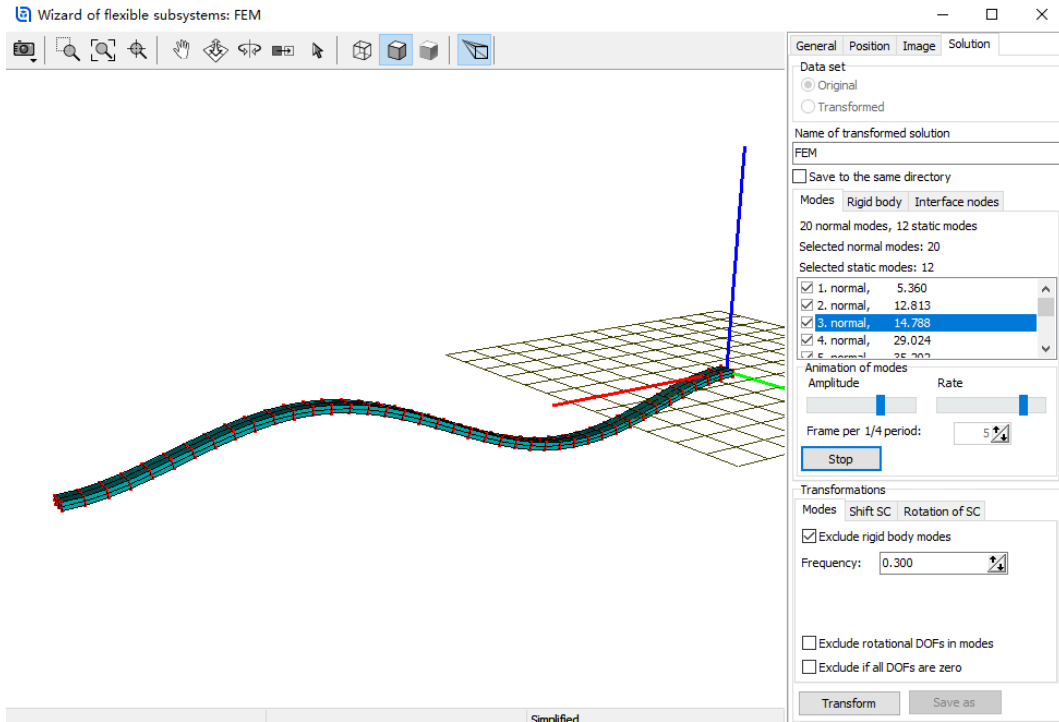

图 2-98
- 6) 切换到 **Solution** 页面，可以看到在有限元软件里计算得到的 **20** 阶固有模态和 **12** 阶静模态（2*6），选中某一阶模态，点击 **Animate** 可以预览振型，如图 2-98。